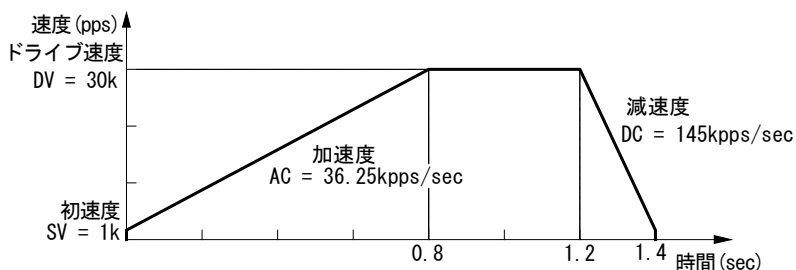
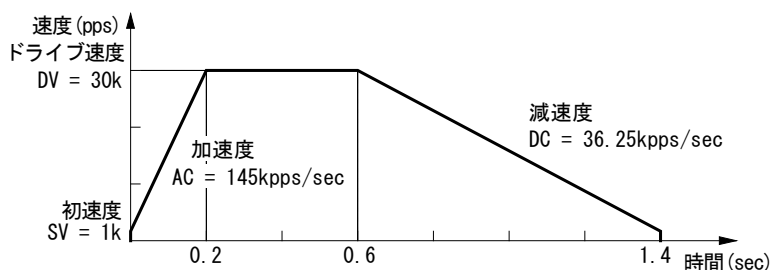

図 2.2-6 非対称直線加減速ドライブ（加速度<減速度）
図 2.2-7 非対称直線加減速ドライブ（加速度>減速度）
本 IC は、このように加速度と減速度の異なる非対称直線加減速の定量パルスドライブにおいても、自動減速を行うことができます。あらかじめ計算によってマニュアル減速点を設定しておく必要はありません。図 2.2-6 は、加速度より減速度が大きい例、図 2.2-7 は減速度より加速度が大きい例です。このような非対称の直線加減速においても、定量パルスドライブの出力パルス数と、各速度パラメータ値から自動減速開始点を IC 内部で算出します。
- 非対称直線自動加減速ドライブにおいて、加速度 > 減速度 (図 2.2-7) の場合、加速度と減速度の比率に次の条件があります。また、この場合はドライブ速度を4Mpps 以下で使用してください。
- 非対称直線自動加減速ドライブにおいて、加速度 > 減速度 (図 2.2-7) の場合、加速度 AC と減速度 DC の比率が大きくなればなるほど引き摺りパルスが多くなります (AC/DC = 10 倍で最大 10 パルス程度)。引き摺りパルスが問題になる場合には、初速度を上げる、加速カウンタオフセットにマイナス値をセットする、等で対処します。
前記、図 2.2-6 に示す非対称直線自動加減速(加速度 < 減速度) 相対位置ドライブのパラメータ設定は、以下のようになります。